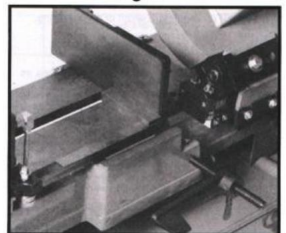

Fig. 7
2. Placez une équerre de machiniste comme illustré sur la figure 7. L'équerre doit se trouver sur toute la longueur de l'étau et de la lame sans espace.